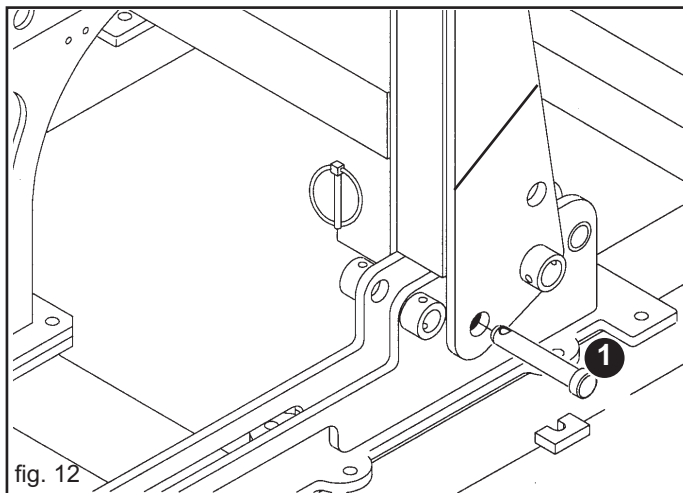

fig. 12
- Togliere le spine di sicurezza (1, Fig. 12);